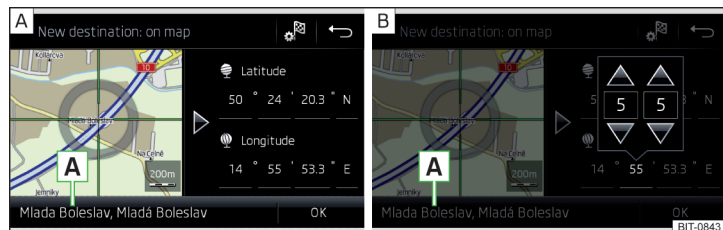

Abb. 164 Ziel eingeben: über den Kartenpunkt / mithilfe von GPS-Koordinaten
- Durch Bildschirmberührung das gewünschte Ziel in das Fadenkreuz verschieben » Abb. 164 - A.
- Die Funktionsfläche mit dem gewünschten Wert der GPS-Koordinate für die geografische Breite  und geografische Länge  antippen » Abb. 164 - B.
Sind in den Navigationsdaten des Infotainments Informationen zum eingegebenen Punkt verfügbar, dann werden diese statt der GPS-Koordinaten angezeigt (bspw. Adresse A » Abb. 164).